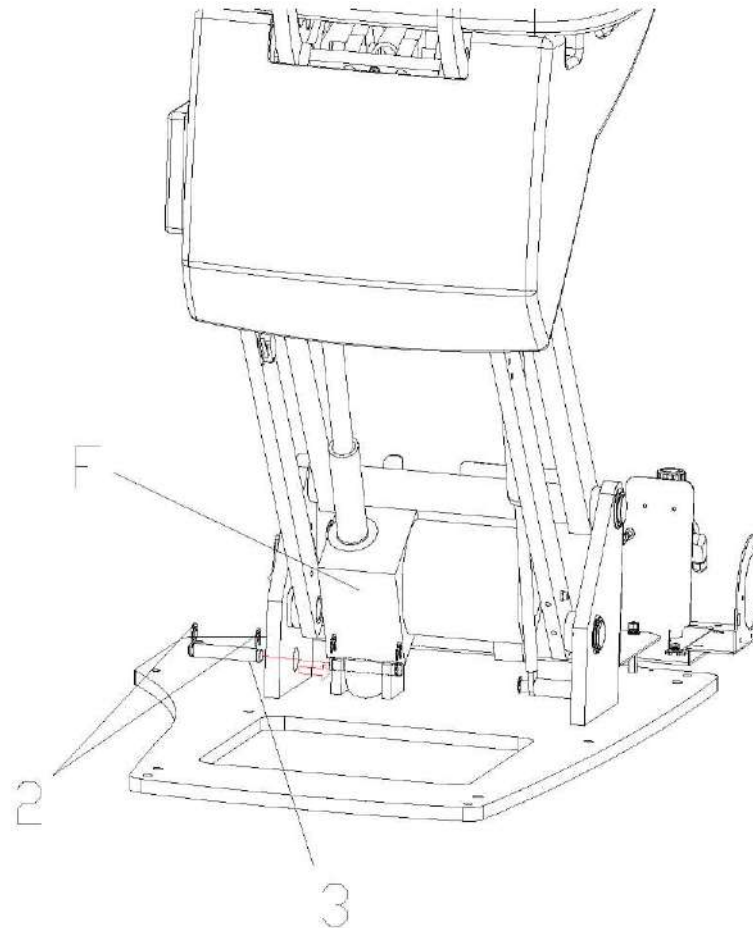

Рис. 4
1. Установите двигатель так, как показано на рис. 4, вставьте штырь 3 одновременно в отверстие и в двигатель, затем установите стопорные кольца 2.